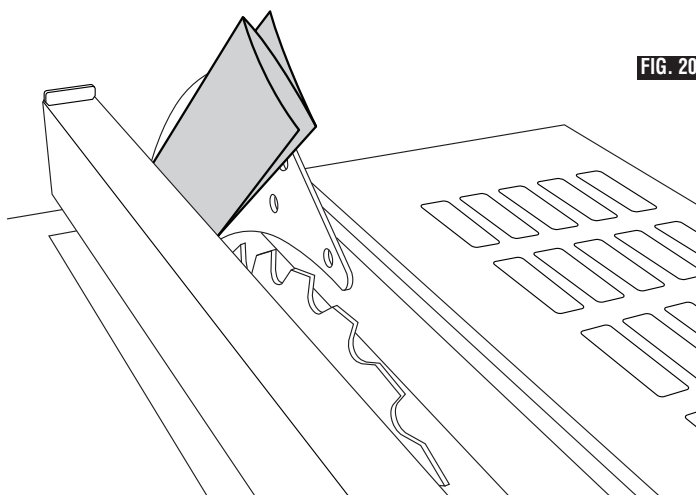

FIG. 20
4. Using the rip fence as a guide, check the riving knife alignment with the plane of the saw blade. Since the riving knife is thinner by approximately three thicknesses of paper on each side than the width of the blade's KERF (Fig 13) you must make a temporary paper "spacing gauge". Make two folds in a small piece (6" X 6") of ordinary newspaper making three thicknesses. Place the paper spacing gauge between the riving knife and the rip fence (Fig 20).
4. En vous servant du guide de refente, vérifiez l'alignement du couteau diviseur sur le plan de la lame de scie. Étant donné que le couteau diviseur est plus fin d'approximativement trois épaisseurs de feuille de papier de chaque côté que la largeur du trait de scie (VOIE) produit par la lame (Fig. 13), vous devrez créer un « indicateur d'espacement » temporaire en papier. Faites deux plis dans un petit morceau (6 po x 6 po / 15 cm x 15 cm) de papier journal ordinaire correspondant à trois épaisseurs. Placez l'indicateur d'espacement en papier entre le couteau diviseur et le guide de refente (Fig. 20).
4. Utilizando el tope-guía para cortar al hilo como guía, compruebe la alineación de la cuchilla separadora con el plano de la hoja de sierra. Como la cuchilla separadora es más delgada aproximadamente tres espesores de papel a cada lado que la anchura de la SECCIÓN DE CORTE de la hoja (Fig. 13), usted debe hacer un "calibre de separación" de papel temporal. Haga dos dobleces en un pedazo pequeño (6 x 6 pulgadas) de papel de periódico corriente, haciendo tres espesores. Coloque el calibre de separación de papel entre la cuchilla separadora y el tope-guía para cortar al hilo (Fig. 20).